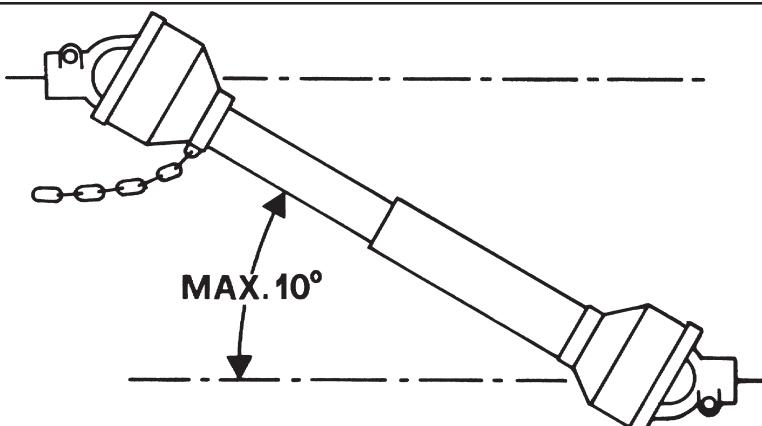

Fig. 6
- 40) Disinserire, sempre, la presa di forza quando l'albero cardanico fa un angolo troppo aperto (mai oltre i 10 gradi - Fig. 6) e quando non viene usata.
- 40) Always disengage the pto when the cardan shaft is set at an excessively open angle (never beyond 10 degrees - Fig. 6) and when it is not in use.
- 40) Débrayez toujours la prise de force quand l'angle de l'arbre à cardans est trop ouvert (jamais plus de 10 degrés Fig. 6) et lorsque vous ne devez pas l'utiliser.
- 40) Die Zapfwelle immer ausschalten, wenn die Gelenkrolle einen zu großen Winkel einnimmt (nie über 10 Grad - Abb. 6) und wenn sie nicht gebraucht wird.
- 40) Desactivar, siempre, la toma de fuerza cuando el árbol cardánico hace un ángulo demasiado abierto (nunca superar los 10 grados - Fig. 6) y cuando no la usamos.